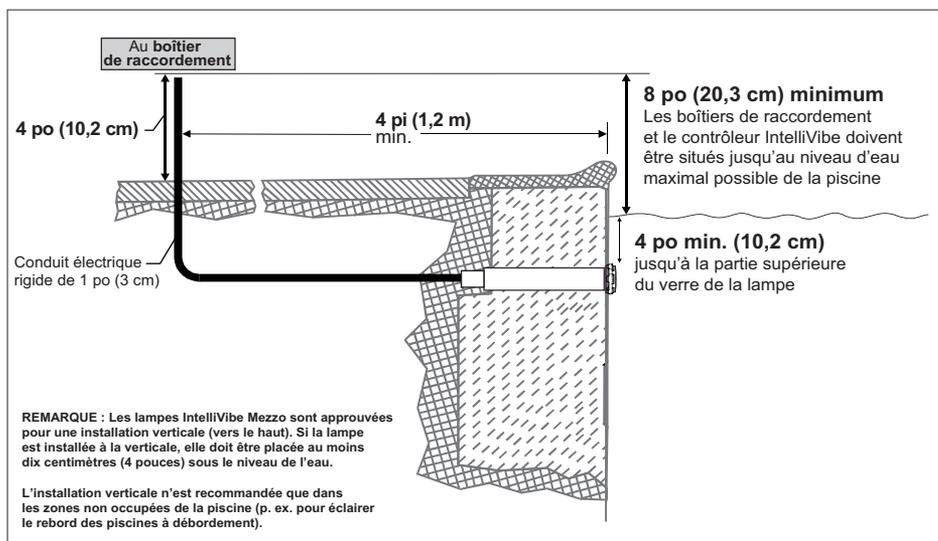

Figure 1
AVANT DE COMMENCER : Les informations qui suivent décrivent les tâches qui doivent être effectuées par un électricien avant l'installation du raccord mural. Voir la figure 1.
- Le boîtier de raccordement, le PS300 et le contrôleur IntelliVibe se situent à au moins 4 pouces (10,2 cm) au-dessus du niveau du sol ou de 8 pouces (20,3 cm) au-dessus du niveau d'eau maximal, si cette dernière distance est la plus élevée. Le boîtier de raccordement, le PS300 et le contrôleur IntelliVibe doivent être à au moins 4 pieds (1,2 m) du bord de la piscine. Voir la figure 1.
Voir la *Figure 1* à la page 2 pour l'installation du boîtier de raccordement aux États-Unis.